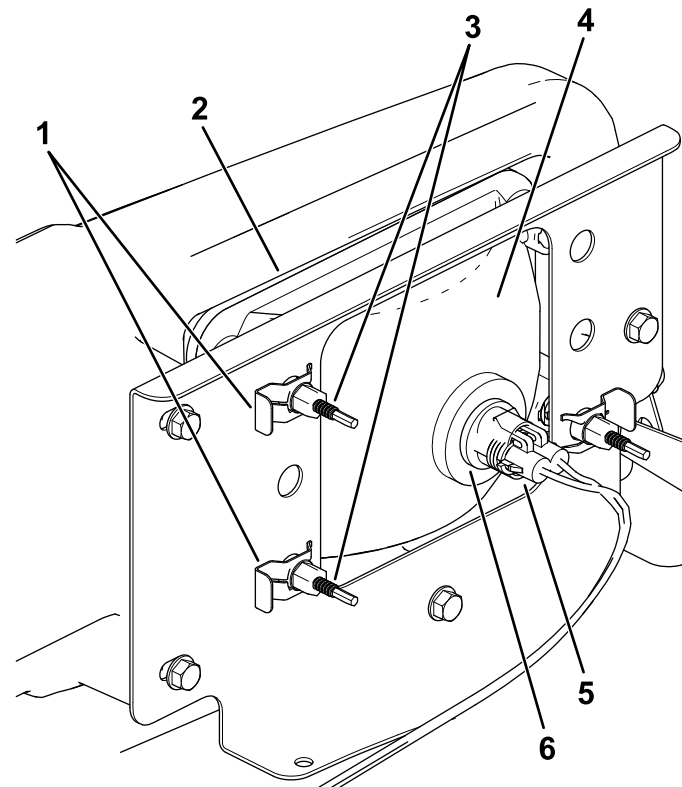

Figure 41
- Débranchez le connecteur électrique sur le faisceau du connecteur du phare (Figure 41).
- Retirez les clips rapides qui fixent le phare sur son support (Figure 41).
- Déposez le phare en le poussant vers l'avant et hors de l'ouverture dans le pare-chocs avant (Figure 41).
- Insérez le phare de rechange dans l'ouverture du pare-chocs (Figure 41).
8. Branchez le connecteur électrique du faisceau sur le connecteur du phare (Figure 41).
5. Au dos du phare, tournez les vis de réglage (Figure 41) afin de faire pivoter le phare et d'aligner la position du faisceau projeté.